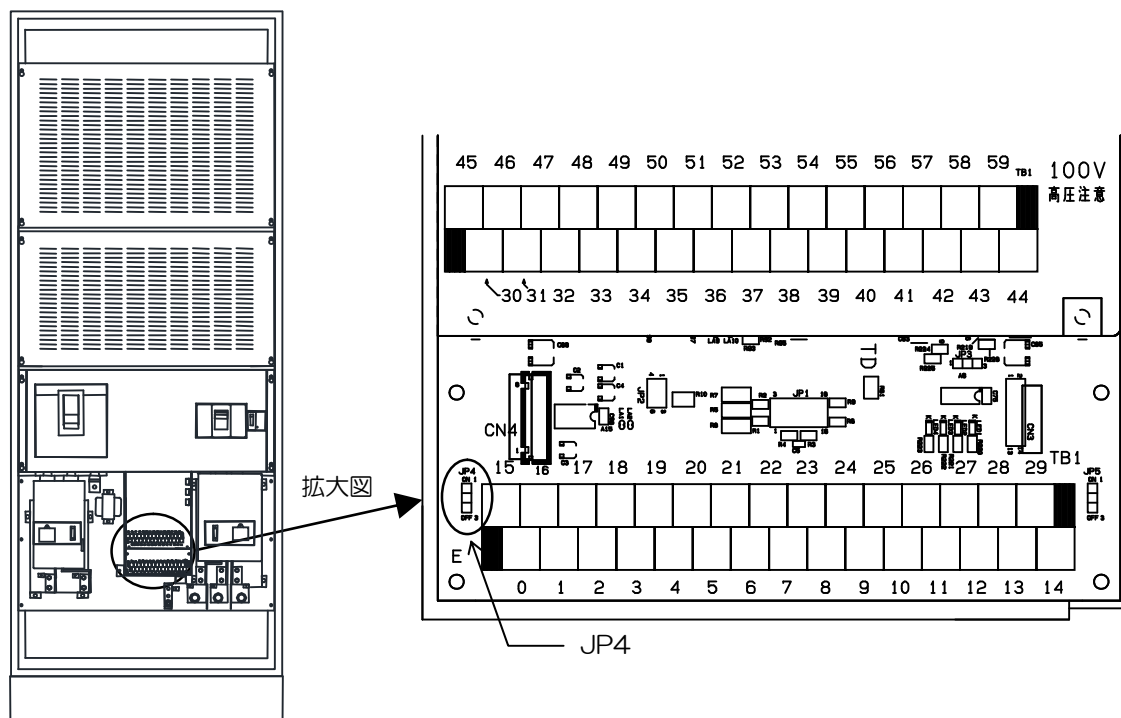

図6. 1 JP4の位置
(2) 終端抵抗の設定
- ・終端抵抗の設定は図6. 1に示すジャンパーピン JP4（プリント基板P5-2上）により行ってください（表6. 1参照）。